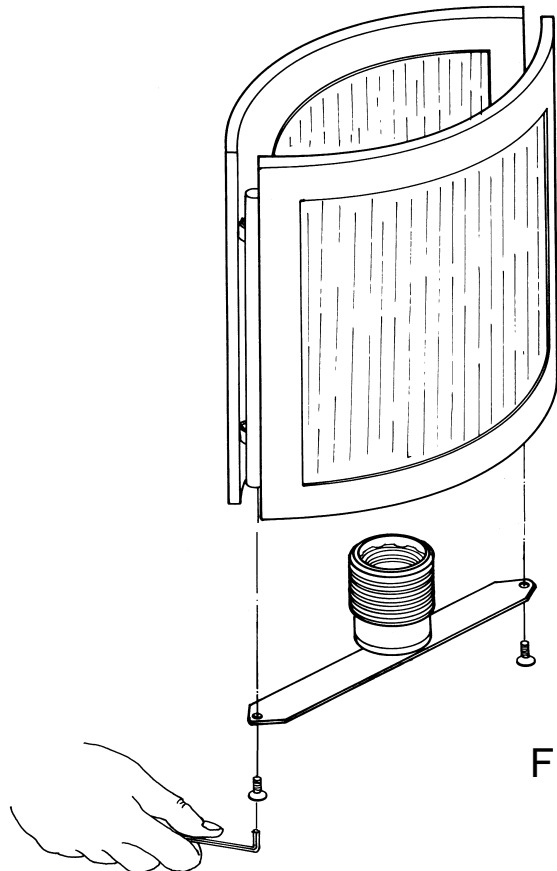

FIG. 1
- Svitare le viti con la chiave in dotazione, come da disegno. (FIG. 1)